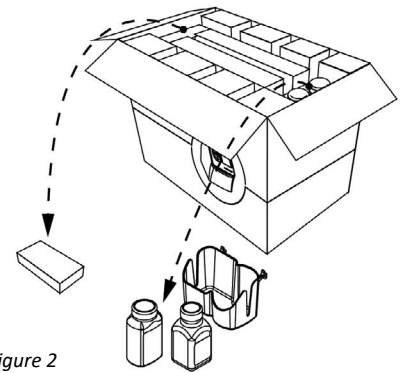

Figure 2
2. Sortir l'alimentation électrique et la mettre de côté (figure 2).
3. Sortir les bouteilles de miniiWASH et de miniiWASTE et le bac à bouteilles et les mettre de côté (figure 2).